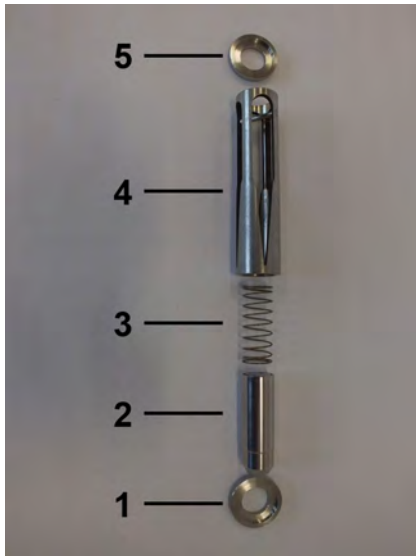

Abb. 47: Innenteile
6. ➤ Zentrierscheibe (Eingang) (Abb. 47/1), Schwebekörper (Abb. 47/2), Feder (Abb. 47/3), Schlitzdüse (Abb. 47/4) und Zentrierscheibe (Ausgang) (Abb. 47/5) als Innenteile des Strömungswächters